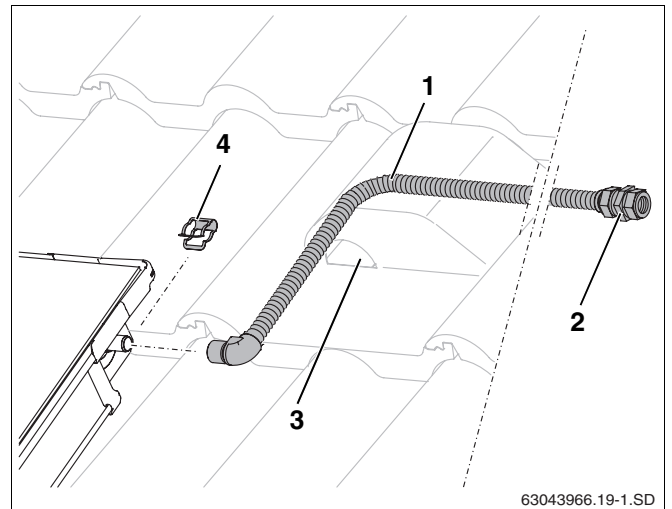

Fig. 53 Montaje de la tubería de impulsión (sin purgador en el tejado)
- ▶ Coloque el tubo de conexión (1000 mm, fig. 53, **pos. 1**) en la conexión de impulsión del campo de colectores y fíjelo con una abrazadera (fig. 53, **pos. 4**).
- ▶ Introduzca el tubo de conexión junto con el cable de la sonda a través de la teja de ventilación (fig. 53, **pos. 3**) y del aislamiento del tejado.
- ▶ Conecte el tubo colector a la rosca de conexión (fig. 53, **pos. 2**).